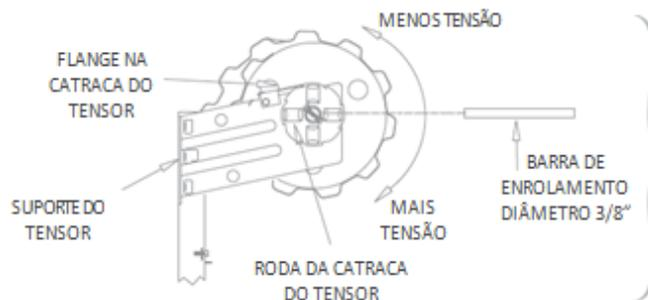

FIGURA 11
- Colocar a barra de enrolamento de 10mm na roda da catraca do tensor. **Ver a figura 11.**